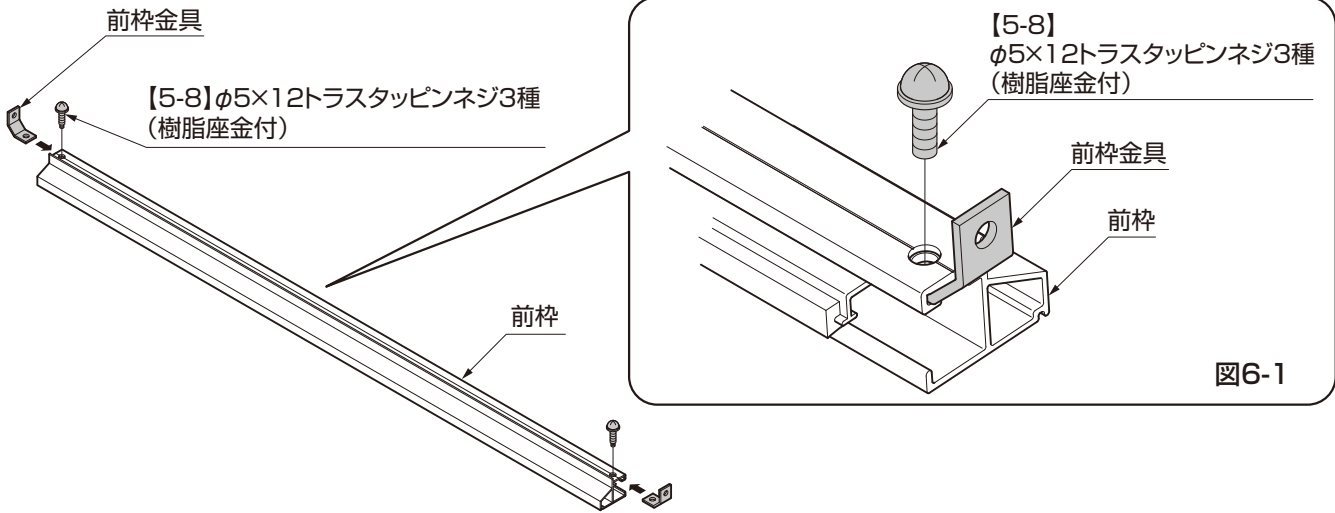

図6-1
①前枠に前枠金具を【5-8】で取付けてください。(図6-1参照)